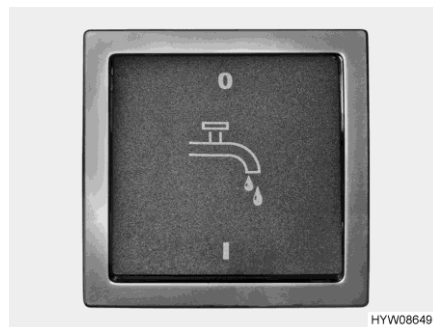

Fig. 124 Interrupteur (pompe à eau)
- ▷ L'alimentation 12 V (sur le panneau de contrôle) et la pompe à eau (avec l'interrupteur (Fig. 124)) doivent être mis en marche avant de pouvoir utiliser la robinetterie. Sinon, la pompe à eau ne fonctionne pas.